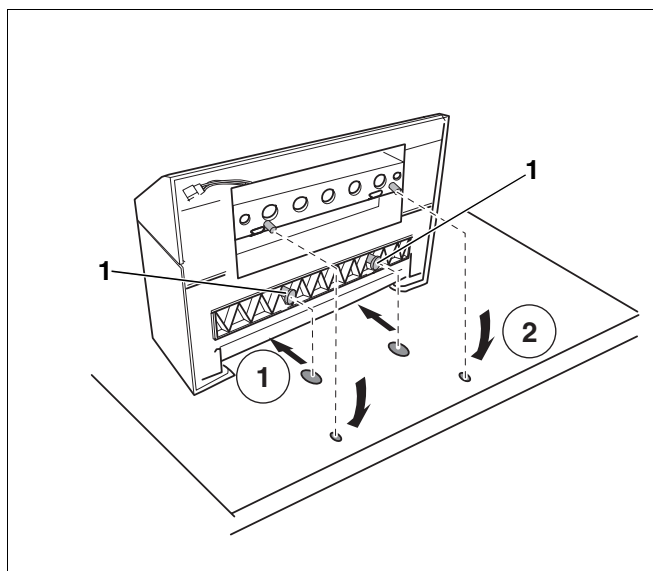

Abb. 6 Regelgerät am Heizkessel montieren
- Vordere Haken (Abb. 6, **Pos. 1**) an der Unterseite des Regelgerätes auf die vorgesehenen Aussparungen am Heizkessel setzen und Regelgerät nach vorne ziehen (Abb. 6, **Schritt 1**).
- Regelgerät hinten nach unten drücken, bis dieses am Heizkessel einrastet (Abb. 6, **Schritt 2**).